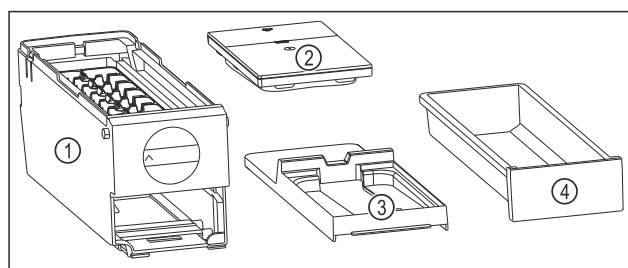

Fig. 76 Componentes del EasyTwist-Ice
- ▷ El EasyTwist-Ice está desmontado en cuatro piezas. (consulte Fig. 76)
- ▶ Desmontar el EasyTwist-Ice solo en los componentes mostrados. (consulte Fig. 76)
- ▶ Limpiar el cuerpo del EasyTwist-Ice Fig. 76 (1) en su totalidad.